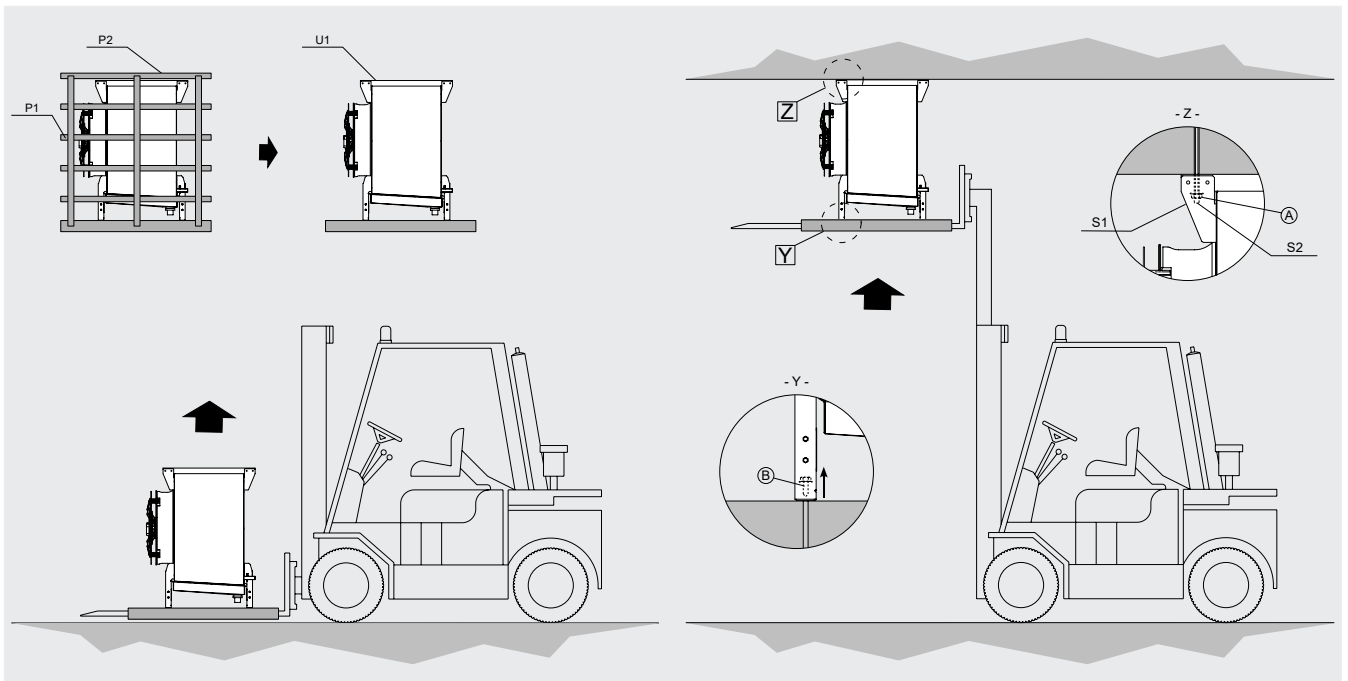

Figura 4
- 5.12 Instrucciones de instalación en el techo: véase la Figura 4: